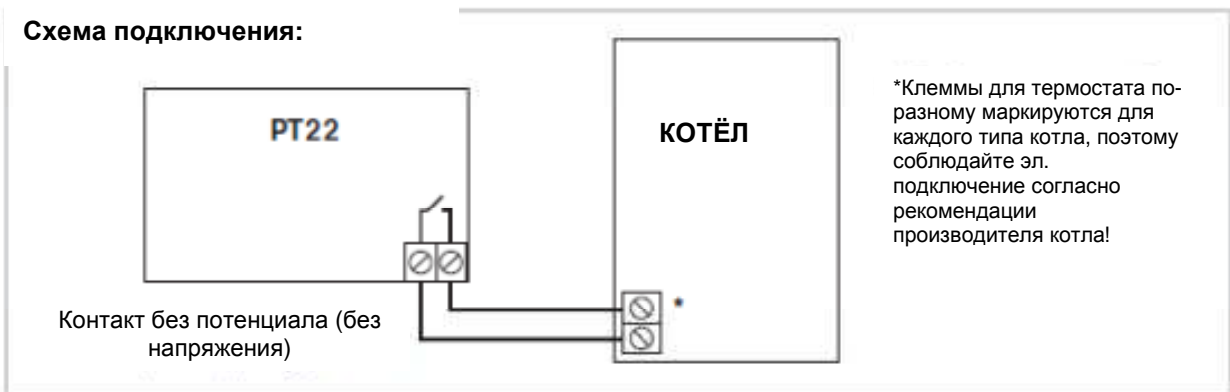

Рис. 1
- 2) Снимите часть с элементами управления с нижней крышки устройства (рис. 1).
- 1) Снимите часть с элементами управления с нижней крышки устройства (рис. 1).